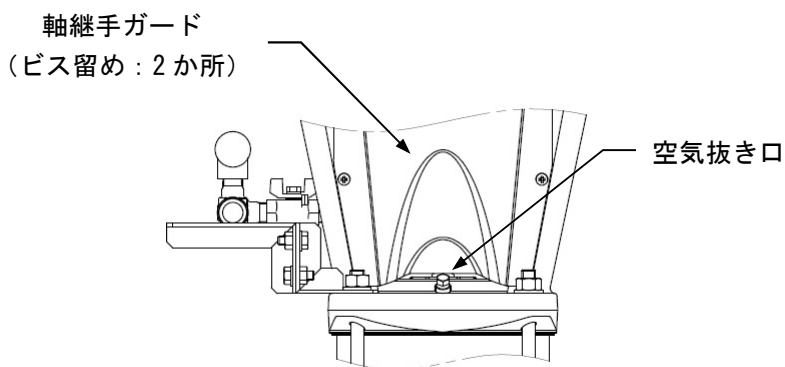

図 6-3. 空気抜き口詳細図 (ポンプ側面)
- (1) 受水槽の水位を確認し、ポンプごとの空気抜き口まで満水にできる水位であることを、確認してください。
- (2) ユニットの仕切弁を、開いてください。
- (3) 空気抜き口のプラグ(図 6-3 参照)を外してください。
- (4) ポンプ吸込側の仕切弁を徐々に開けて、ポンプ内に水を流し込んでください。
- (5) 空気抜き口から水が溢れて、空気が完全に抜けた後、ポンプを手まわして(※1)、羽根車内にある空気も完全に抜いてください。
- (6) 空気抜き口のプラグを、閉じてください。
- (7) 同様に、全ポンプについても呼び水を行ってください。
- (8) 呼び水完了後、全ポンプを手まわして、軽く回転するかどうかご確認ください。多少音がすることがありますが、呼び水後の手まわしで動きが固かったり、ムラがなければ問題ありません。
- (9) 軸継手ガードを外した場合は、必ず取付けてから運転してください。けがの原因になります。
- (1) 呼水槽の水位及び、呼水槽からユニットの吐出し曲管までの、呼水配管が確実に配管されていることを確認してください。(「5 据付 2. 配管」の項を参照)
- (4) 呼水配管の仕切弁を徐々に開けて、ポンプ内に水を流し込んでください。
- (5) 空気抜き口から水が溢れ、空気が完全に抜けた後、ポンプを手まわして(※1)、羽根車内にある空気も完全に抜いてください。
- (7) 同様に、全ポンプも呼び水を行ってください。